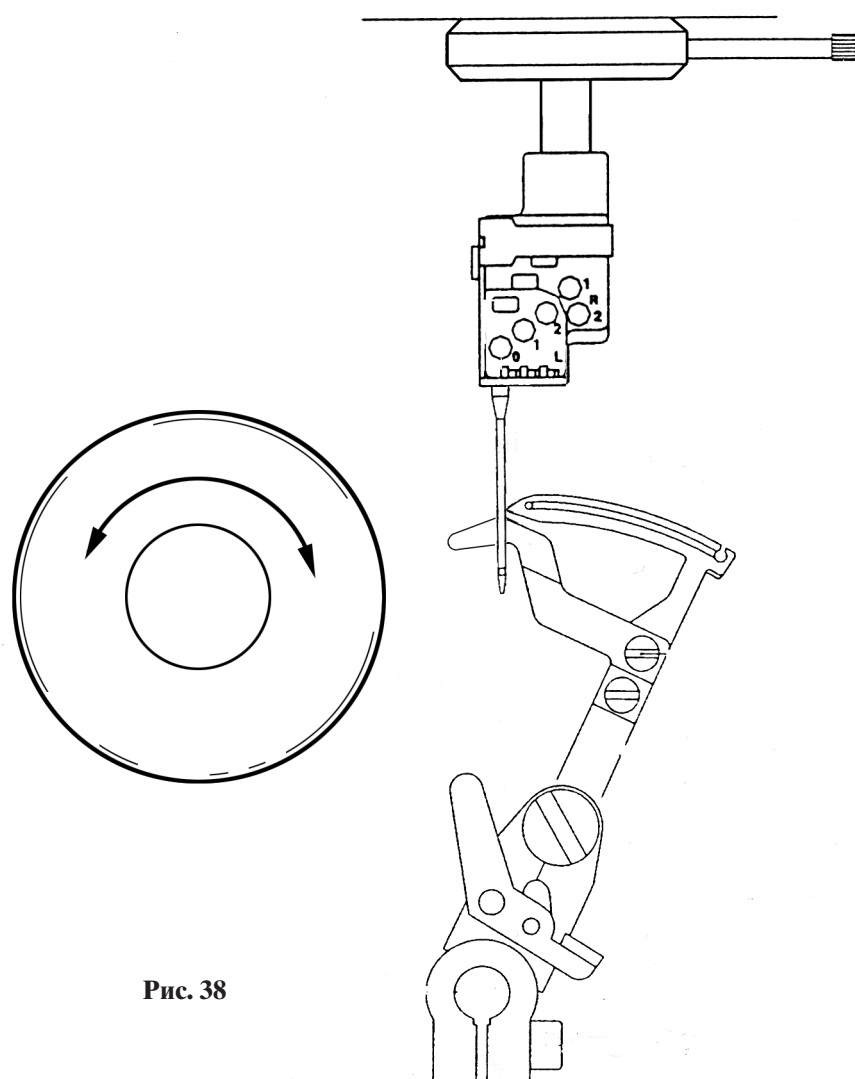

Рис. 38
- Передвиньте трубку подъема петли вверх к корпусу машины и слегка затяните винт с накаткой (рис. 38).